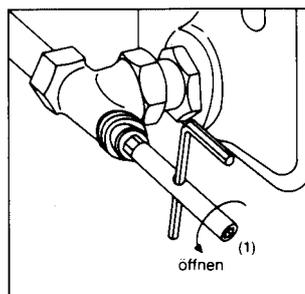

Bild 5
- 3.3 Mit dem Sechskantschlüssel SW 10 (1), durch Linksdrehen, den Einsatz lockern (max. $\frac{1}{4}$ Gewindegang) (Bild 5).